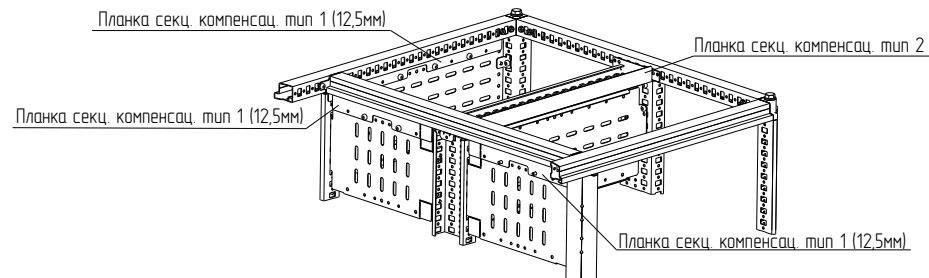

Рисунок 89
4.30.4 Приложить планку секционирования компенсационную тип 2 к рейке основания/крыши и закрепить винтами М6×10 (рисунок 89). Момент затяжки – 7 Н·м.